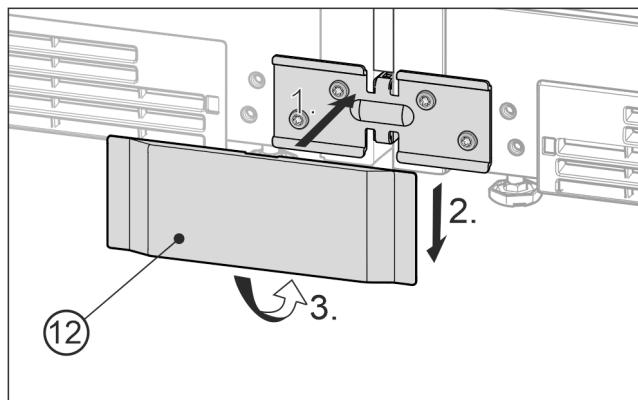

Fig. 25 Shembull ilustrues
- ▶ Vendosni kapakun mbulues Fig. 25 (12) të poshtëm nga përparrat mbi profil Fig. 25 (1), shtyjeni poshtë Fig. 25 (2) dhe mbërthejeni me kapje nga poshtë Fig. 25 (3).